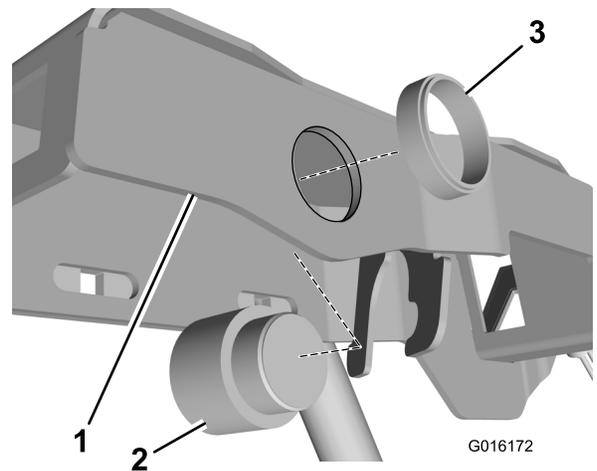

Figura 2
- Installate l'allarme acustico nel telaio del bracciolo della consolle (Figura 2).